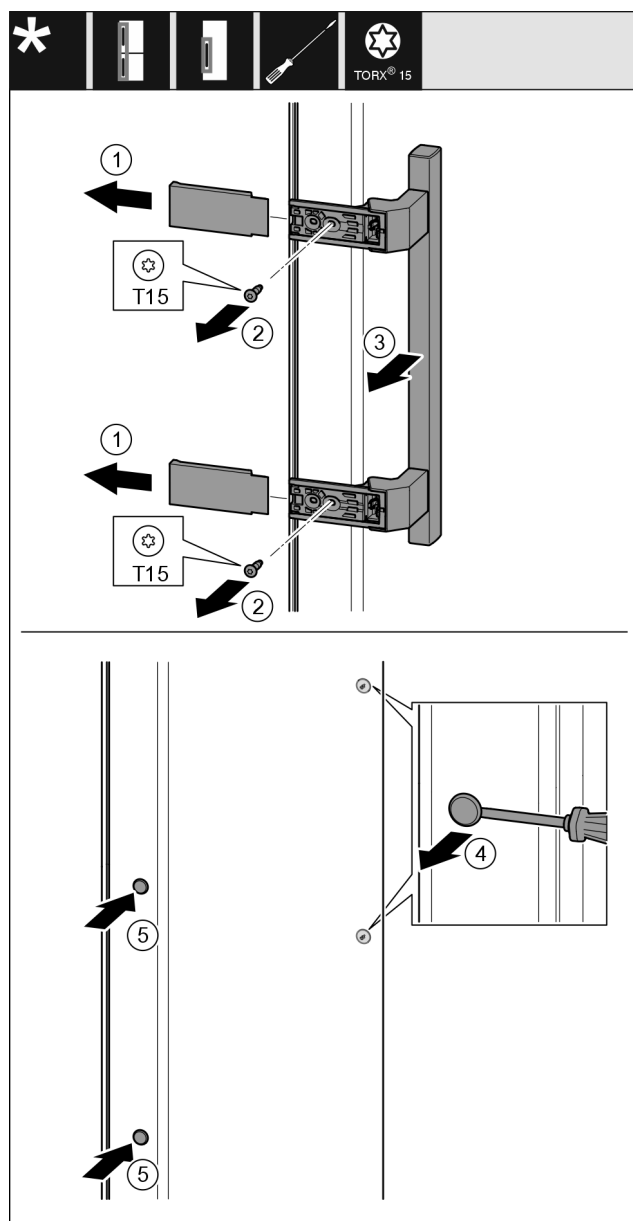

Fig. 19
- Retirer le cache Fig. 19 (1).
- Retirer les vis Fig. 19 (2) avec un tournevis.
- Retirer la poignée Fig. 19 (3).
- Soulever et retirer avec précaution le cache latéral Fig. 19 (4) avec un tournevis plat.
- Replacer le cache Fig. 19 (5) de l'autre côté.